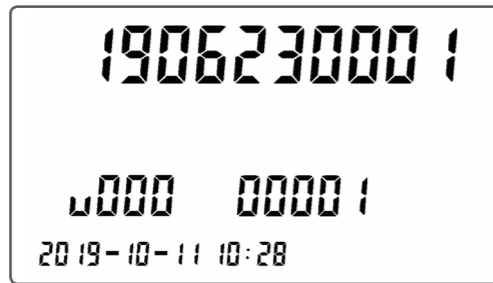

图 12
j. 开户后，第五屏界面如图 12 所示，出厂编号和版本号显示。